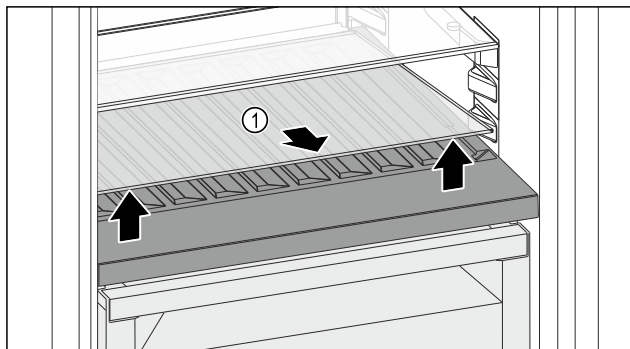

Fig. 144
- Podignite staklenu ploču Fig. 144 (1) na otvoru sprijeda i izvadite je.
- Čuvajte staklenu ploču Fig. 144 (1) na sigurnom izvan uređaja.